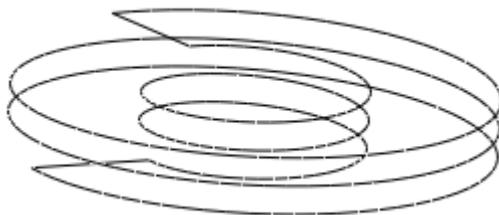

图 60-5
- (8) 单击草绘命令工具栏中的  按钮，单击鼠标中键，完成螺旋曲面特征的建立，如图 60-5 所示。